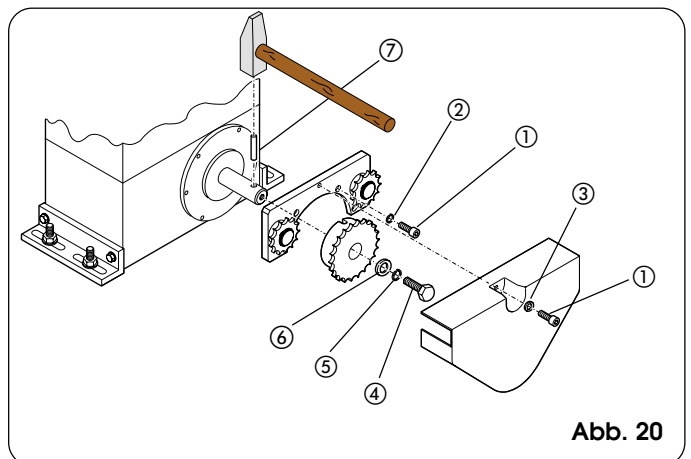
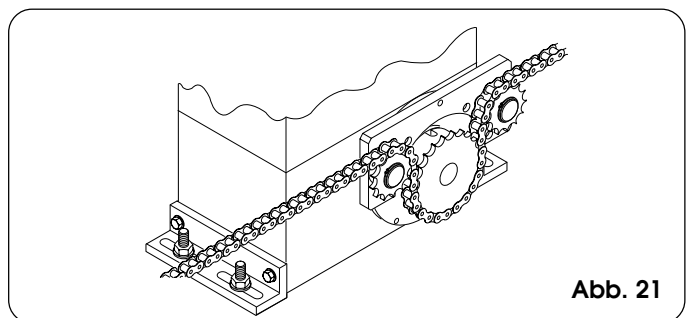

Abb. 20
Abb. 21
4.5.2. MOD. 746 ER RF (Abb. 20 - 21)
- 1) Federstecker ⑦ mit einem Hammer in die Welle eintreiben.
- 2) Den Bügel der Umlenkrollen mit Hilfe der im Bausatz enthaltenen vier Schrauben ① (M5 x 12) und entsprechenden Scheiben ② gemäß Abb. 20 auf den Motorflansch anbringen.
- 3) Die Passsitze des Kettenritzels mit dem Federstecker in der Welle fluchten und die Schraube d mit den entsprechenden Scheiben ⑤ und ⑥ festziehen.
- 4) Die Kette nach Angaben in Abb. 21 einfädeln und das Abdeckgehäuse mit der Schraube ① und der Scheibe ③ (Abb. 20) aufsetzen.